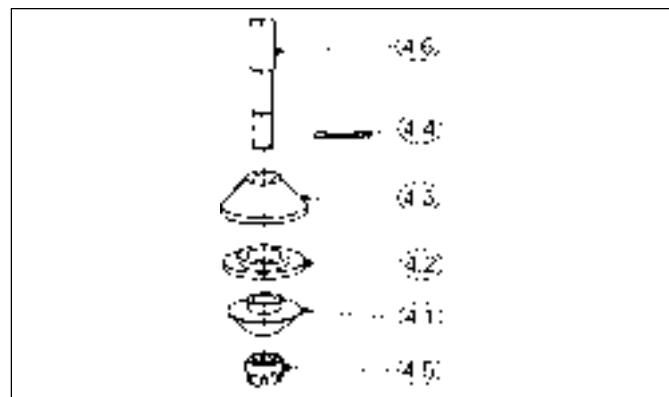

Figura 3: Arreglo Subensamble (4) Asiento Compuesto
- a. Examine la cabeza del tapón (4) justo en el área donde el tapón (4) sienta en el anillo de sellado (3). Examine de cerca estas partes (3, 4) para detectar rayaduras. Reemplácelos ambos, el tapón-vástago (4) y el anillo de sellado (3) en el caso que uno o el otro muestre cualquier signo de desgaste.
- b. Lapide a mano el tapón (4) y el asiento (3) utilizando un componente de lapidado para asientos.
- c. Si encuentra desgaste significativo en el tapón (4) o en el anillo de sellado (3) reemplace todos los componentes internos.
17. Componentes Internos de Sello Compuesto (blandos) (ver la Figura 3):
- d. Deslice hacia afuera los dos adaptadores (4.1, 4.3) con el asiento de la válvula (4.2) por el extremo del vástago (4.6), descarte el asiento de la válvula (4.2). Examine los adaptadores (4.1, 4.3) y anillo de sellado (3) para detectar escapes; si encuentra desgaste significativo de las partes, reemplácelas. Limpie los adaptadores (4.1, 4.3) para ser reutilizados.